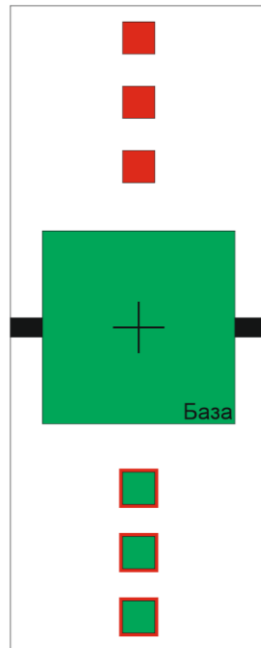

Рис. 33
1.2. Макет поля для заочного этапа (Рис. 33):